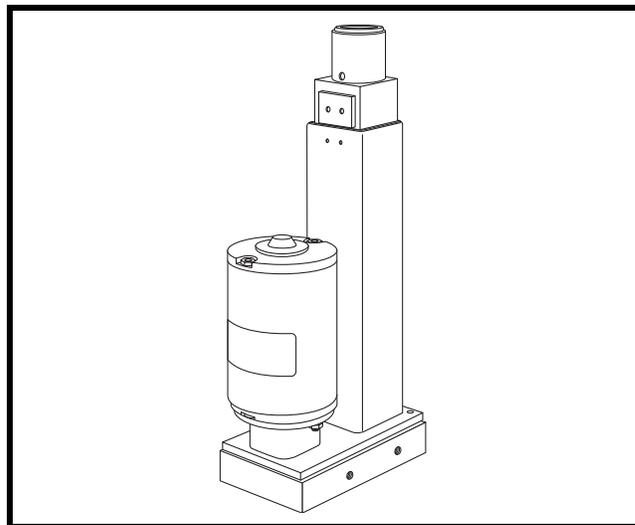

Figure 11. Moteur du siège électrique
1. Alignez le mât avec l'ouverture dans le moteur du siège. **Voir la figure 11.**